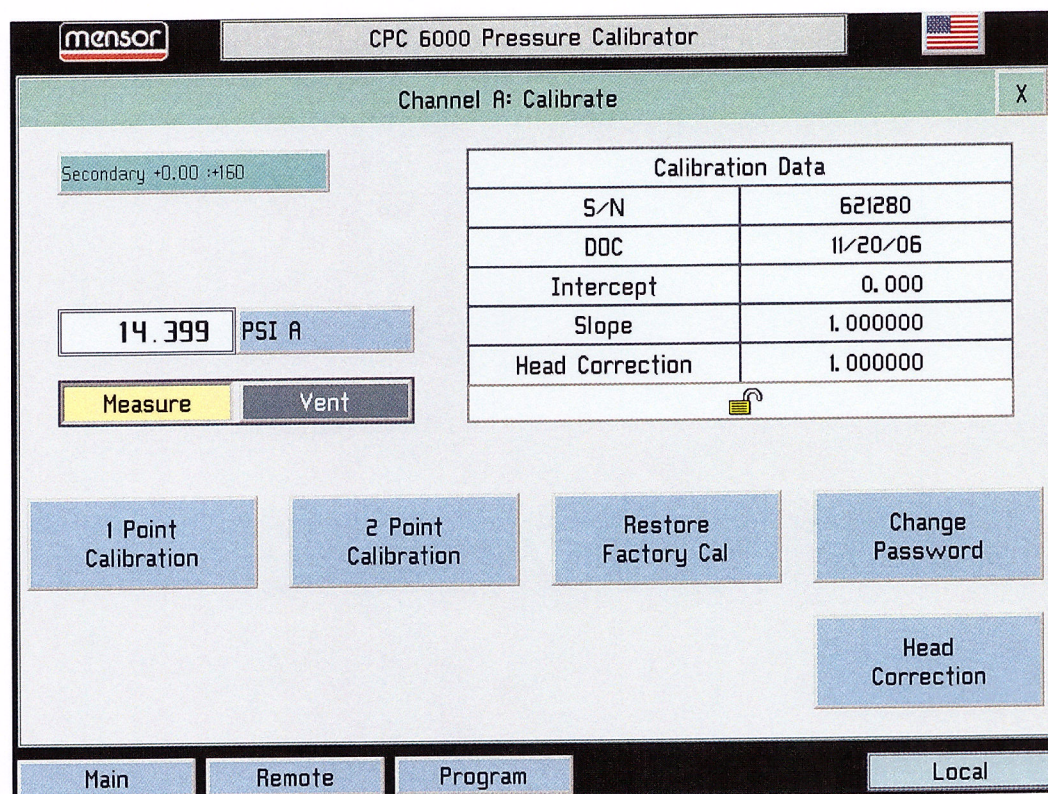

Рисунок 41. Разблокированный экран данных.
8. Убедитесь, что новый пароль работает через клавишу [Главный] и повторите действия пункта 1-3 для выхода на Экран Данных Калибровки (Рисунок 41). В случае если после ввода нового или старого пароля, не происходит вывода калибровочных данных на экран, свяжитесь с компанией Mentor.
«Установка нуля» и поправка на систематическую погрешность, введены и сохранены для каждого диапазона в энергонезависимой памяти каждого прибора, выпускаемого фирмой Mensor. Эти данные могут быть восстановлены в любое время. Для восстановления заводской калибровки на действующий диапазон, просто нажмите [Восстановить Заводскую Кал.] на разблокированном экране ввода данных (См. Рисунок 41), это восстановит заводскую установку нуля и поправку на систематическую погрешность активного диапазона. В случае необходимости, повторите функцию [Восстановить Заводскую Кал.] для каждого диапазона.